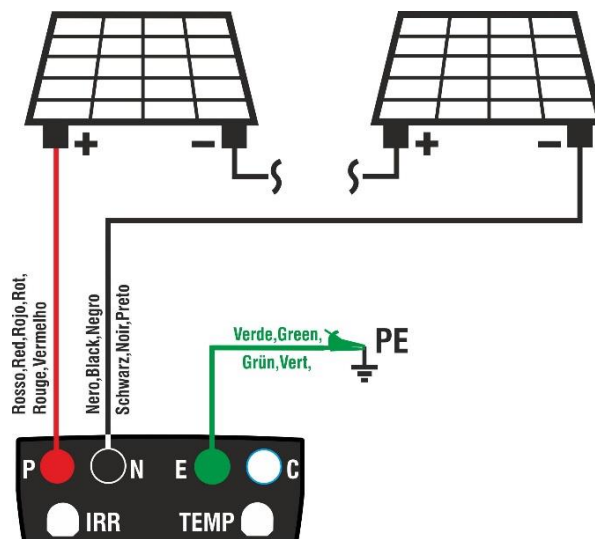

Fig. 9: Conexión instrumento para medida de aislamiento de forma GFL
8. Conecte el instrumento al string FV en pruebas como se muestra en Fig. 9. **Se recuerda que es necesario separar también eventuales descargadores conectados a los cables del string y que es aconsejable realizar la medida aguas arriba de eventuales diodos de bloqueo**